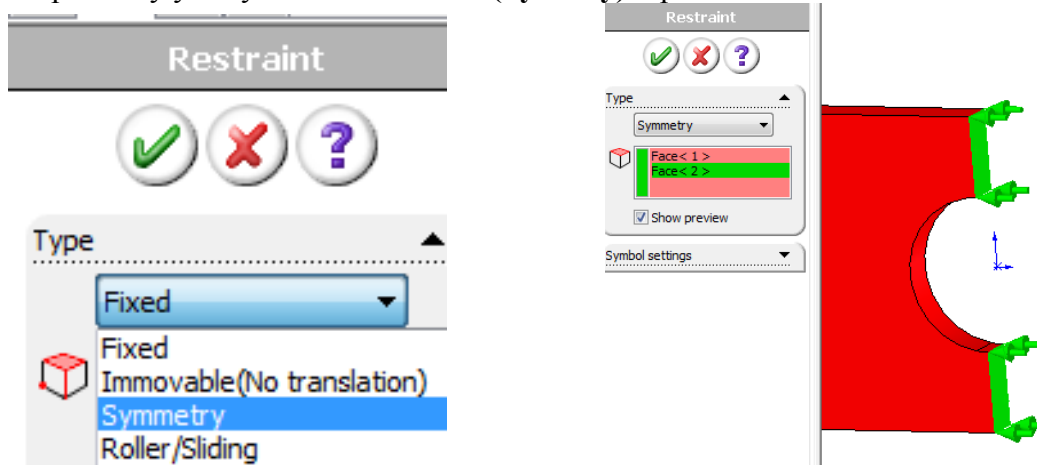

Рис. 3.1.5. Визначення умови симетрії
7. Далі необхідно назначити умови симетрії (умови сковзання). Для цього треба використати граничну умову СИММЕТРИЯ (Symetry) – рис. 3.1.5.